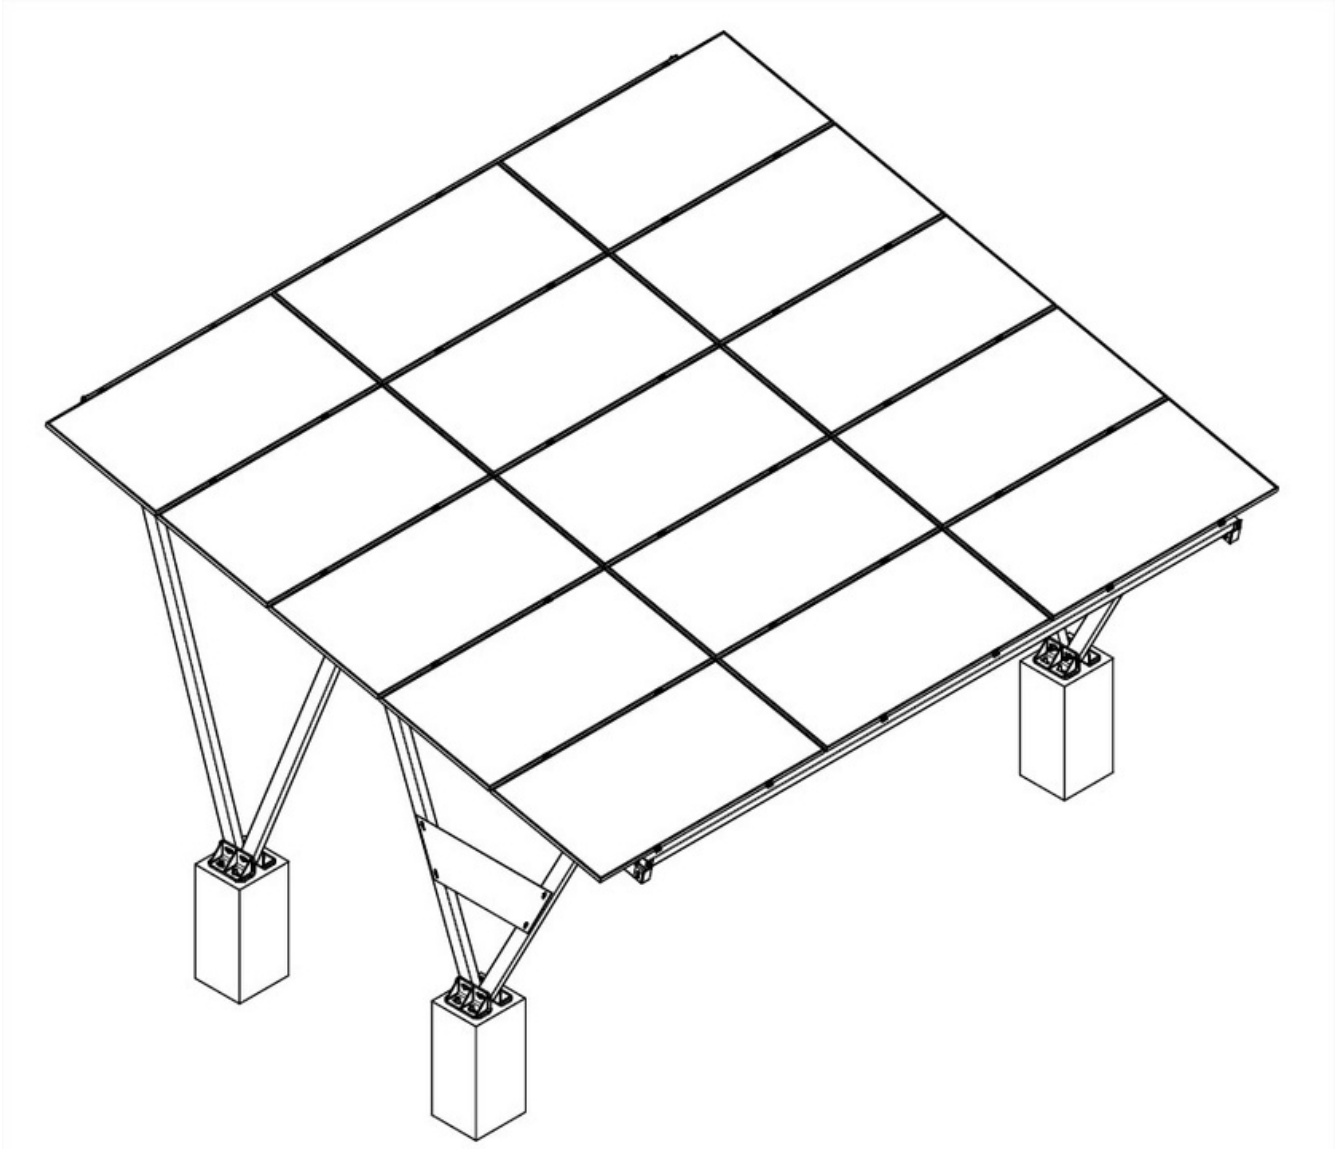

Rys. 19. Zachowanie równego dystansu między modułami w rzędzie
19. Moduły należy montować rząd po rzędzie idąc od rzędu dolnego i po wstępnym dokręceniu dolnego rzędu klem. Jako element dystansujący pomiędzy modułami, celem montażu w równych odstępach w danym rzędzie rys. 19, można użyć klem środkowych, po montażu należy je wyciągnąć.